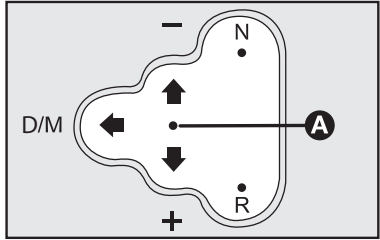

fig. 3
As três posições estáveis são as correspondentes ao ponto morto (N), marcha a ré (R) e à posição central situada entre as posições instáveis + e – **A-fig. 3**.
- Colocar a alavanca do câmbio em ponto morto (N)
- Levantar a alavanca de câmbio para a posição central **A-fig. 3**, para inserir a primeira marcha, ou junto ao sinal R, para inserir a marcha a ré (se for o caso).